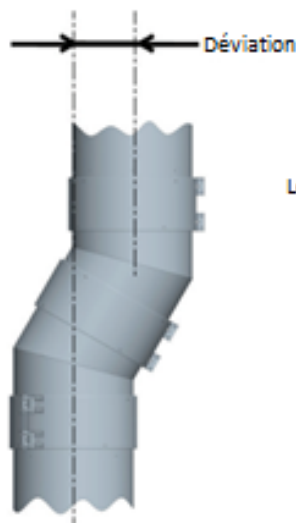

Figure 43: Déviation
2. Le réglage minimum de déviation réalisé avec deux coudes directement connectés l'un à l'autre (voir la figure 43 et le tableau 15 & 16).